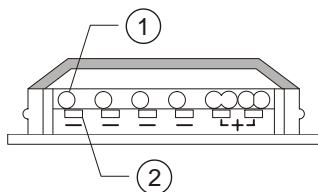

Fig. 9
**Connecting leads (Fig. 9)**
Legend (Fig. 9)
**Leistungsanschluss (Fig. 9)**
Legende (Fig. 9)
### Connexion des lignes (Fig. 9)